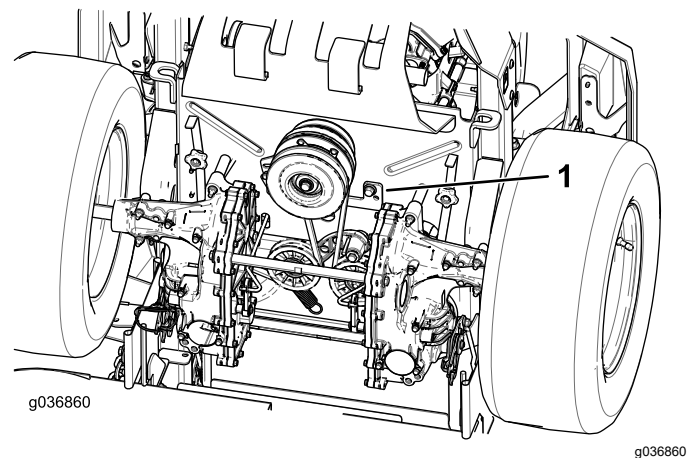

Bild 63
5. Entfernen Sie den Kupplungsanschlag (Bild 63).
9. Montieren Sie den Kupplungsanschlag (Bild 63).